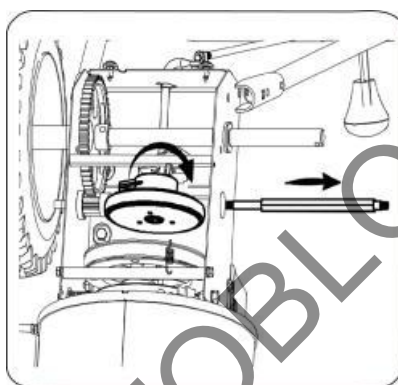

Рисунок 33
**ПРИМЕЧАНИЕ:** Если вы производите замену узла фрикционного колеса в сборе, уберите изношенную деталь и посадите на шестигранный вал новую деталь. Следуйте шагам, предшествующим описанию снятия фрикционного колеса и замените только резиновое кольцо (см. рис.33).